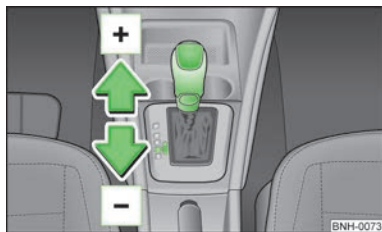

Fig. 71
► Împingeți ușor maneta selectorului de viteze spre în față  » fig. 71.
► Împingeți ușor maneta selectorului de viteze spre înapoi  » fig. 71.